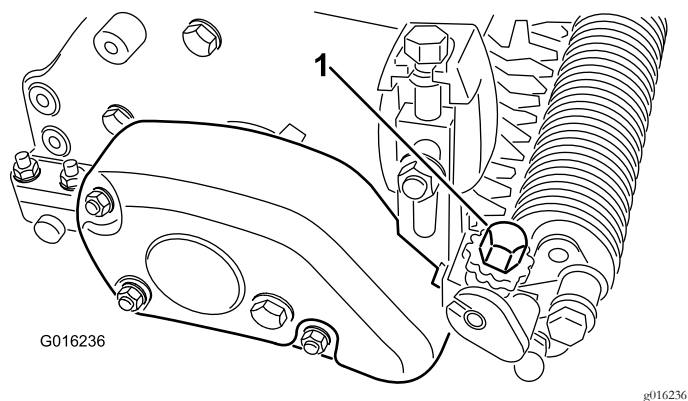

图25
5. 在疏草刀轴的一端测量从疏草刀片的最低刀尖到工作表面的距离。旋转疏草刀高度调节旋钮 图25、提升或